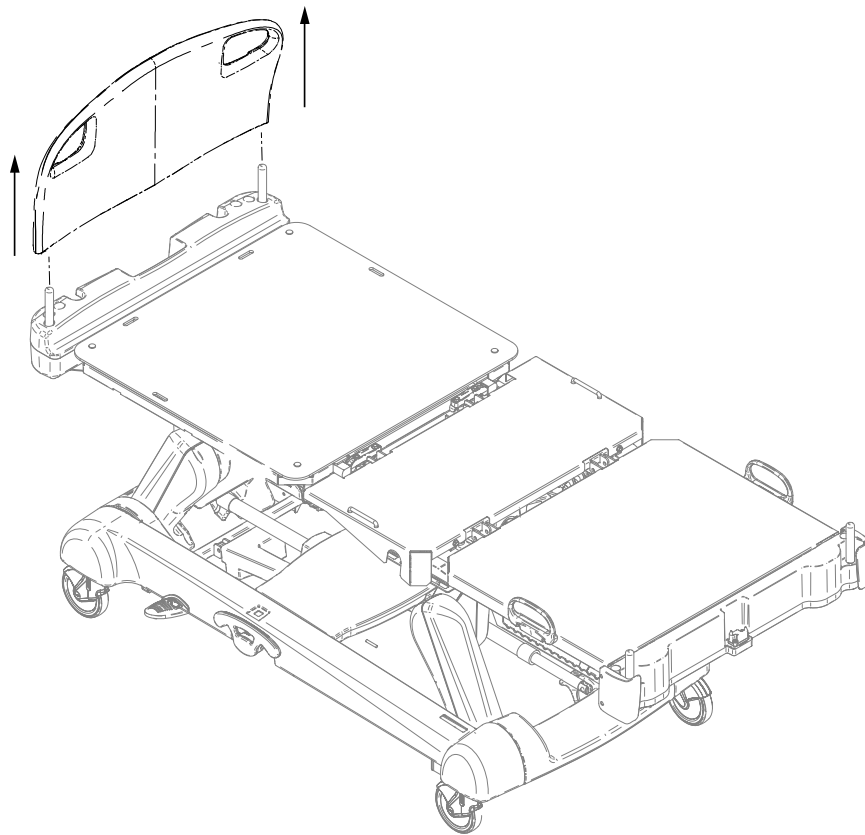

Figure 1 – Insertion des sangles de retenue
5. Enfiler les sangles de retenue (A) par les trous de retenue (B) du relève-buste du lit InTouch (Figure 1).